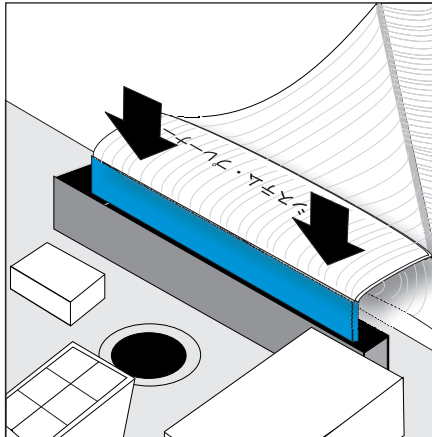

図 175. システム・ボードへのサービス・コントローラー・ケーブルの取り付け
12. ケーブルがまっすぐに装着されていることを確認しながら、システム・ボードにリボン・ケーブルの端 (システム・プレーナーのマークが付いた) を慎重に取り付けます。図 175 を参照してください。 ケーブル・コネクタ各端の青い線が見えないことを確認してください。